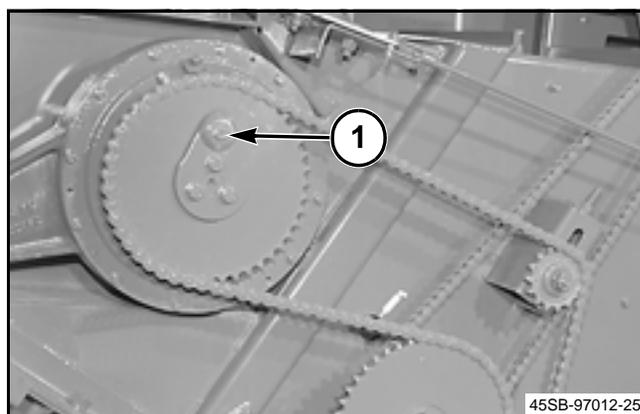

FIG. 34
FIG. 34: El perno de seguridad de la impulsión del dispositivo de llenado y recogedor (1) impulsa las uñetas del dispositivo de llenado y el conjunto del recogedor. La rueda motriz y la maza de conexión tienen manguitos endurecidos que proporcionan superficies que se cizallan y no se dañan cuando el perno de seguridad se quiebra. Instale el perno de seguridad nuevo con la tuerca hacia el interior del enfardador. La rueda motriz tiene un buje de bronce lleno de aceite que evita los daños a la superficie causados por la fricción entre la rueda y la maza.